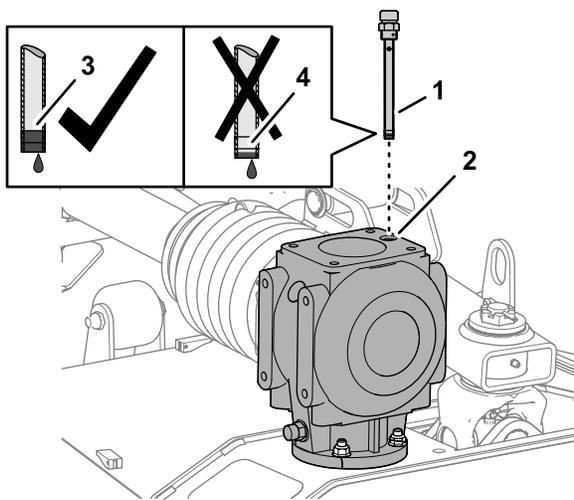

図 58
1. 中央のギアボックスの上部にあるディップスティックポートからディップスティックを抜き取る 図 57 または 図 58。
2. ディップスティックについているマークでオイルの量を判定する 図 57または 図 58。
4. 給油ポートにディップスティックをねじ込んで締め付ける 図 57または 図 58。